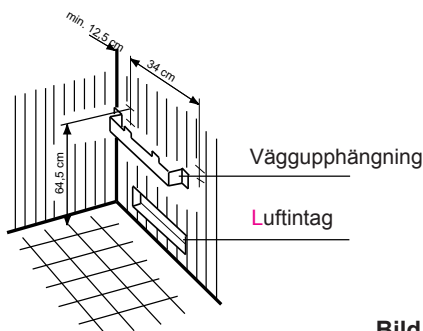

Bild 2
1. Skruva fast väggfästet i basturummets vägg enligt bild 2 + 3 mitt över luftintaget med de medföljande spånskiveskruvarna. Tänk på att avståndet mellan aggregatet och bastuväggen måste vara minst 7 cm.